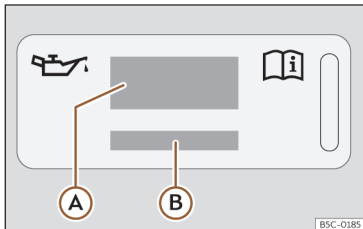

Abb. 197 Im Motorraum: Aufkleber mit Motoröl-Spezifikationen
Legende zur >>> (Abb. 197):
Wenn Motoröl nachgefüllt werden muss, verwenden Sie eines der auf dem Aufkleber angegebenen Motoröle >>> (Abb. 197). Der Aufkleber mit der vorgeschriebenen Motoröl-Norm befindet sich im vorderen Bereich des Motor-
- Wenn der Aufkleber mit den Motoröl-Spezifikationen >>> (Abb. 197) fehlt, wenden Sie sich an einen Fachbetrieb.